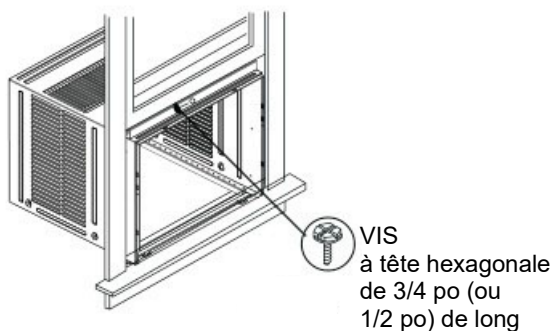

Fig. 17A
4. Fixation de l'angle supérieur au cadre de fenêtre : Utilisez un foret de 3/32 po pour percer un trou dans le trou au milieu de l'angle supérieur dans le cadre de fenêtre, puis vissez une vis de serrage à TÊTE HEXAGONALE de 3/4 po (ou 1/2 po) dans le trou du milieu de l'angle supérieur du cadre de fenêtre, comme indiqué (Fig. 17A)